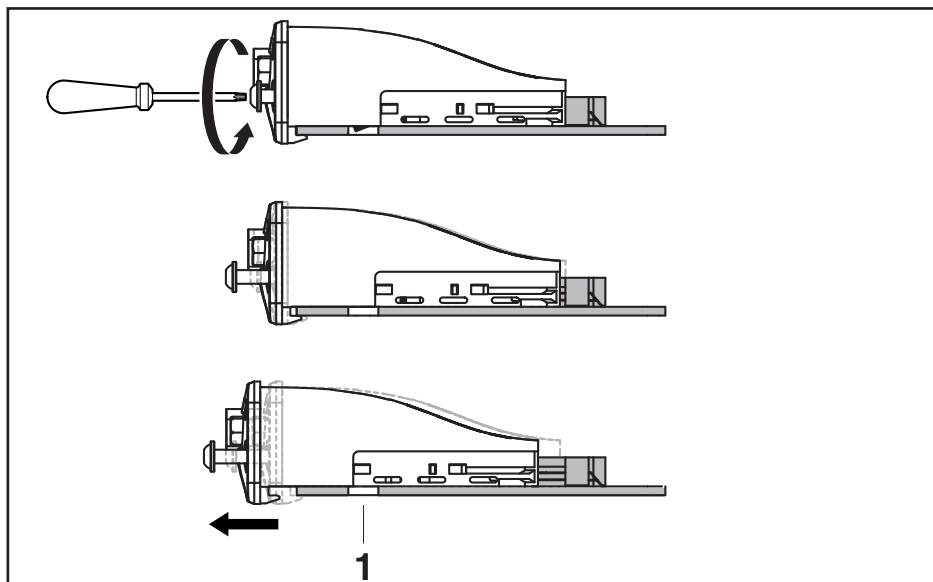

Fig. 4 : Desserer le mécanisme de blocage
2. Desserrez les vis Torx de la face avant. Le module d'interface IMenip ne peut être extrait que lorsque le mécanisme de blocage est complètement desserré (voir Fig. 4).